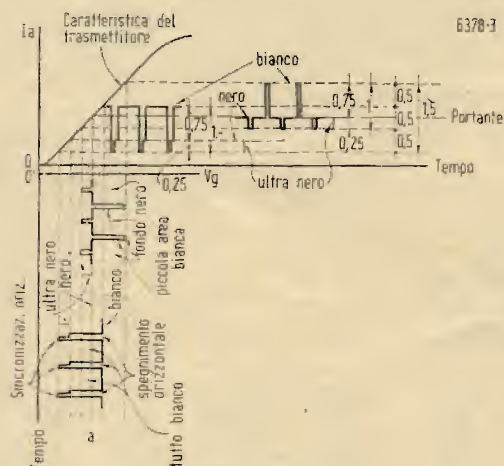
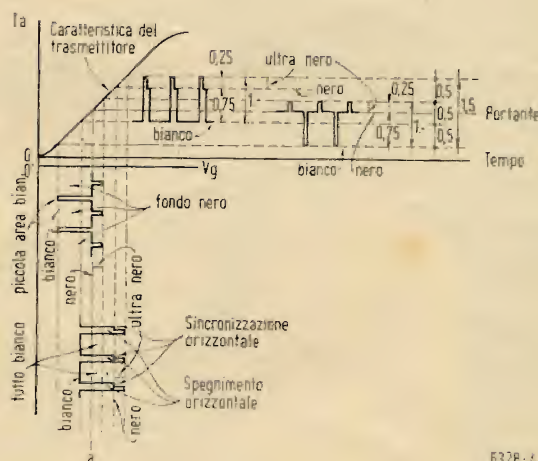

Fig. 3. - Trasmissione senza componente continua, con modulazione positiva, di un segnale tutto bianco e di un segnale tutto nero salvo una piccola area bianca.
Fig. 4. - Trasmissione senza componente continua, con modulazione negativa, di un segnale tutto bianco e di un segnale tutto nero salvo una piccola area bianca.
La fig. 3 rappresenta le condizioni di lavoro dello stadio finale di un trasmettitore per soli segnali alternati, modulato positivamente (ai segnali di sincronismo corrisponde il minimo valore della portante) in corrispondenza di un segnale tutto bianco e di un successivo segnale tutto nero tranne una piccola area bianca. In fig. 3 si sono riportate nel sistema di assi di origine 0 in ascisse il tempo, in ordinate la corrente anodica dello stadio finale del trasmettitore; mentre si sono riportate nel sistema di assi di origine 0' in ascisse le tensioni di griglia e in ordinate ancora la cor-
Analoghi rilievi possono essere dedotti dalla fig. 4 che rappresenta la stessa situazione di lavoro di fig. 3 quando però si pratici la modulazione negativa anziché la positiva. Nel caso di fig. 4 è il ginocchio superiore che non può essere sfruttato per l'amplificazione dei segnali di sincronismo. Si intende che tanto in fig. 3 quanto in fig. 4 non potrà essere sfruttato il ginocchio (rispettivamente superiore ed inferiore) corrispondente ai picchi di segnale video, per evidenti ragioni di evitare distorsioni del segnale riprodotto.
b) Assunto uguale a 1 l'ampiezza di entrambi i segnali, è sufficiente disporre di un trasmettitore la cui caratteristica consenta l'amplificazione indistorta di una tensione pure uguale a 1, per cui la potenza del trasmettitore è pienamente sfruttabile. Nei confronti della trasmissione senza componente continua (fig. 3) si ha ora un guadagno di tensione del 50%, pari a un guadagno di potenza di uscita nel rapporto di $(15/10)^2 = 2,25$. Si noti che tale aumento di potenza è ottenuto senza aumentare il campo di interferenza del trasmettitore, in quanto la potenza irradiata è sempre la stessa, ma è meglio utilizzata coll'introduzione della componente continua.